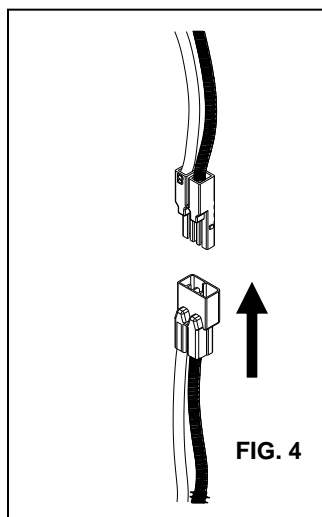

FIG. 4
- Enchufe el CONECTOR HEMBRA del ADAPTADOR DECORATIVO al CONECTOR MACHO de la UNIDAD DEL ADAPTADOR DEL PORTALÁMPARAS. (FIG. 4)
- Enchufe el CONECTOR HEMBRA del ADAPTADOR DECORATIVO en el CONECTOR MACHO de la CAJA HALO. (FIG. 4)